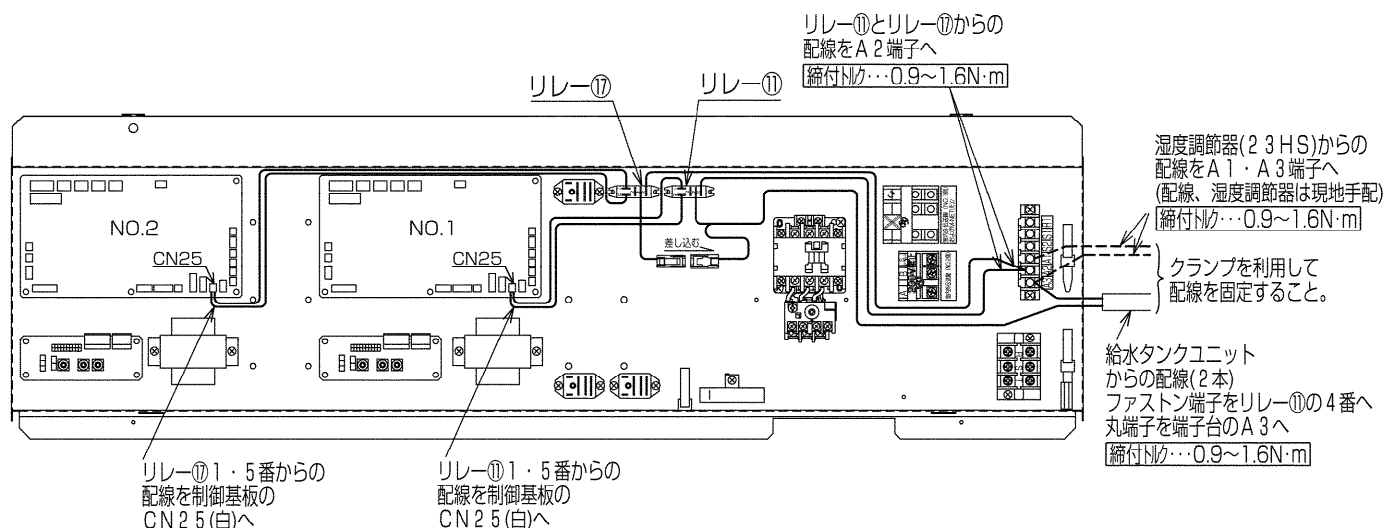

図13
- 2) リレー⑪、⑫を **図13** の位置にネジ⑬にて取付けてください。(ネジ各2本)
- 3) 給水タンクユニット②から出ている中継コネクタよりダミーコネクタを抜き取ってください。
- 4) 給水タンクの中継コネクタをリレー⑫の中継コネクタに接続し、ファストン端子をリレー⑪の4番端子に接続してください。(4番の接続は **図13** を参照して接続してください。)
- 5) 給水タンクユニットの配線に制御箱手前でトラップを設けて、パンタイ⑭にて結束してください。